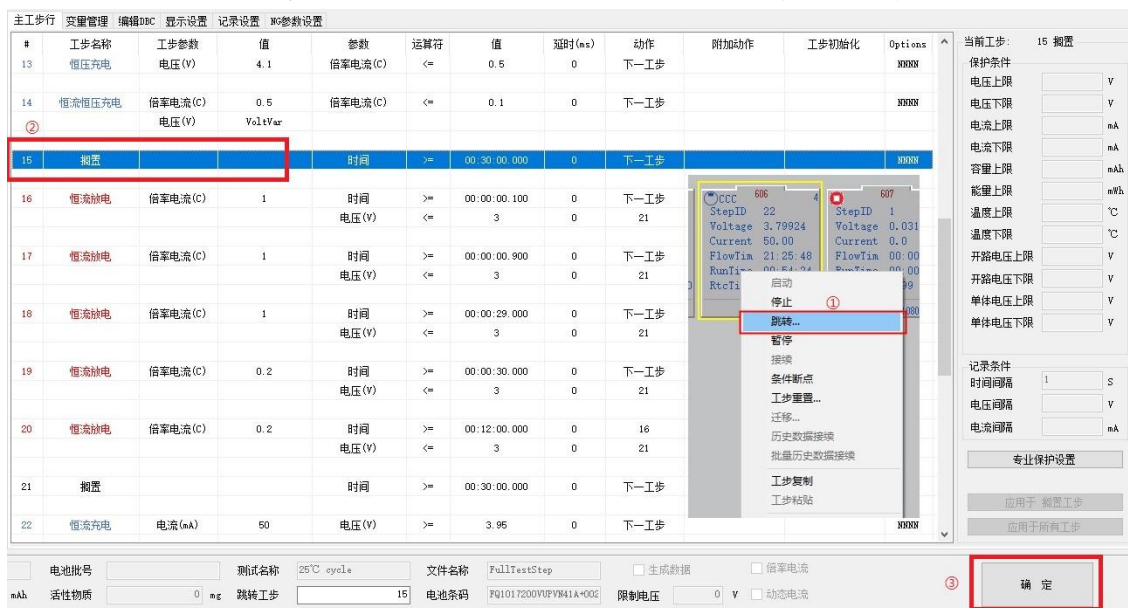

图 4-31 跳转界面
2. 在工步设置界面下，选择要跳转到的工步；此时，从当前工步到跳转工步之间，表示从当前工步跳转到目标工步，如图 4-31 所示。表示从工步 22 跳转到工步 15，继续进行测试。跳转工步可以选择跳转到当前工步文件中的任何一个工步。